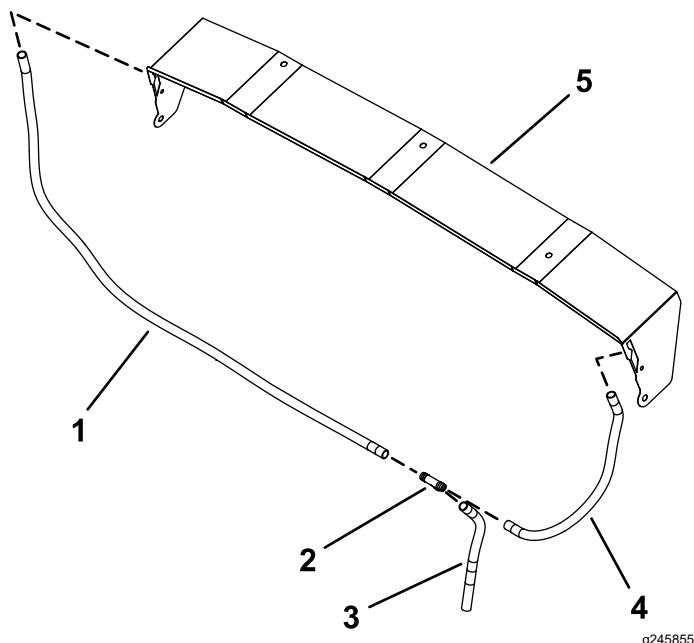

Figure 42
4. Raccordez le tube transparent de 122 cm au tube transparent de 33 cm et au tube transparent de 43 cm avec le raccord en T (Figure 42).